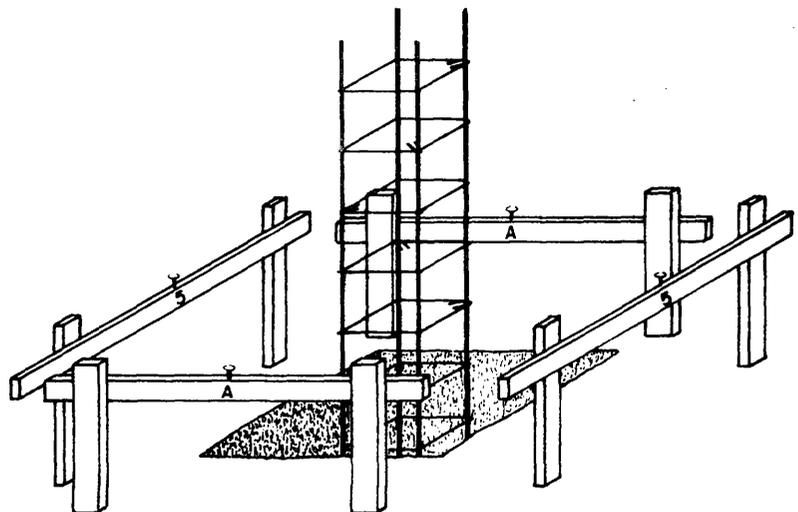

Fig. 5
4. Se introduce la columna en la fundación apoyándola en la parrilla (fig. 5).